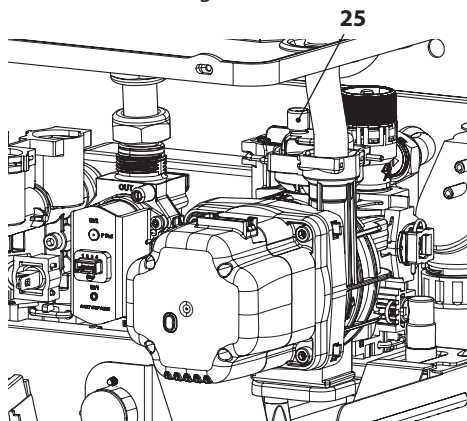

Figura 6.3
- Afloje el tapón de la válvula de purga automática 25 en la Figura 6.3.